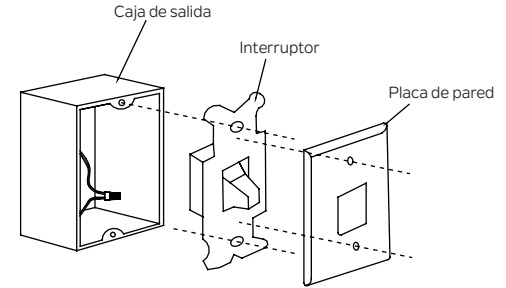

Figura 24
Paso 1. Retire la placa de pared existente y el interruptor antiguo de la caja de salida de pared. Cablee los cables NEGROS (vivos) junto con el conector e introdúzcalos nuevamente dentro de la caja de salida. (Figura 24)